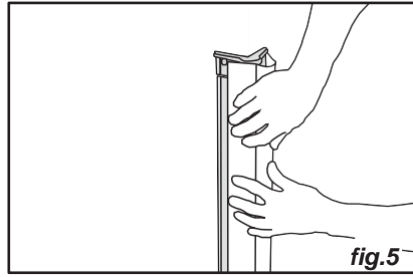

fig.5
- Por último, coloque el perfil de PVC colocando uno de sus extremos sobre el núcleo de aluminio en contacto con las tapas de los extremos (fig. 5).